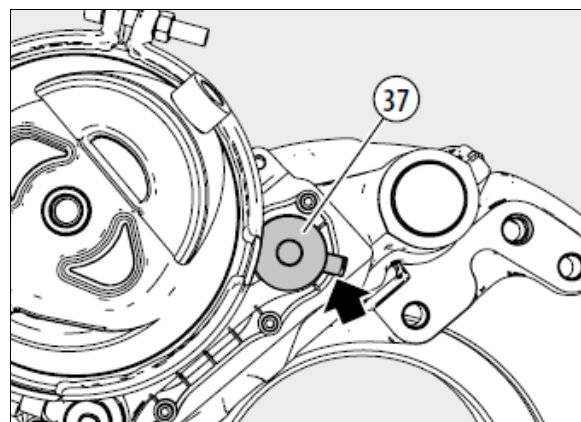

FIGURE 37: POSITIONNEMENT DE L'EMBOUT DU CAPUCHON
capuchon. L'embout du capuchon de la vis de réglage (37) doit être positionné comme représenté par la flèche sur le schéma ci-contre, afin de garantir l'accès en cas de démontage ultérieur (voir Figure 37).
**Remarque :** Un capuchon de vis de réglage (37) neuf doit être monté, même si les plaquettes de frein ne sont pas remplacées.